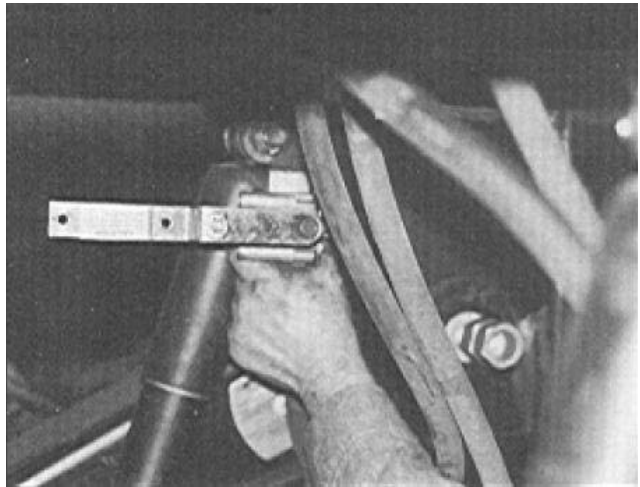

Figura 20
19. Instale la varilla de la válvula de control de altura al brazo de la válvula y al soporte de la cámara de frenos. Ver Figura 20.